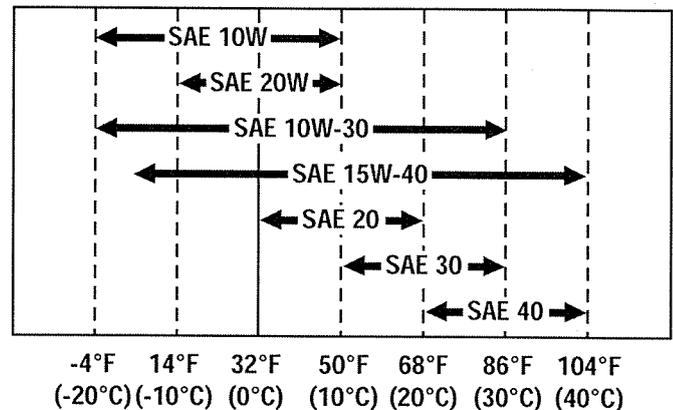

Figure 25. Tableau de viscosité grade service SAE
Pour ajouter l'huile moteur (Consulter les spécifications d'huile à la figure 25 et la capacité d'huile sur la couverture arrière de ce manuel) :
5. Positionner un conteneur sous l'orifice de drainage (A) pour recueillir l'huile usée.
9. Pour retirer le filtre à huile (C), faire tourner le filtre dans le sens contraire des aiguilles d'une montre à l'aide d'une clé à filtre d'huile. Vérifier que le joint du filtre à huile est retiré et jeter le filtre d'huile et le joint.
12. Remplir le moteur avec l'huile spécifiée (consulter la figure 25) à la capacité spécifiée (consulter la couverture arrière de ce manuel).